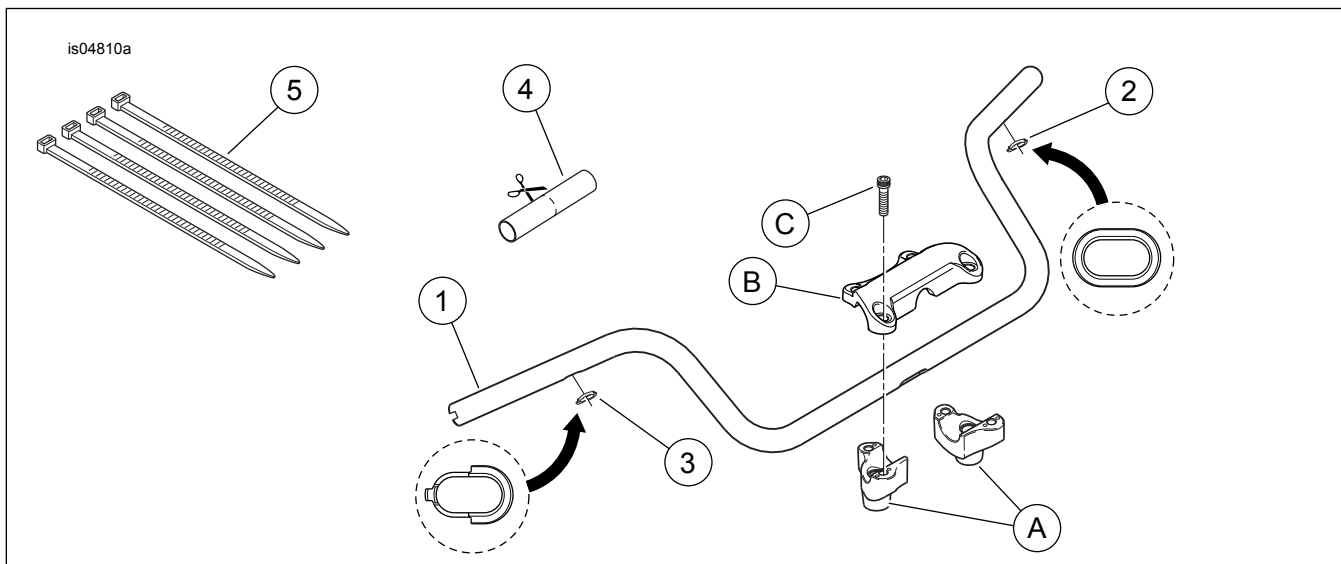

Figura 4. Peças de reposição: Kits de guidom
9. Veja Figura 4. Corte a luva de borracha (4) em duas partes com comprimento igual. Deslize uma seção da luva sobre cada um dos feixes de fios do interruptor, sobre o conduíte flexível, posicionando a borda externa da luva de encontro à extremidade interna do interruptor.